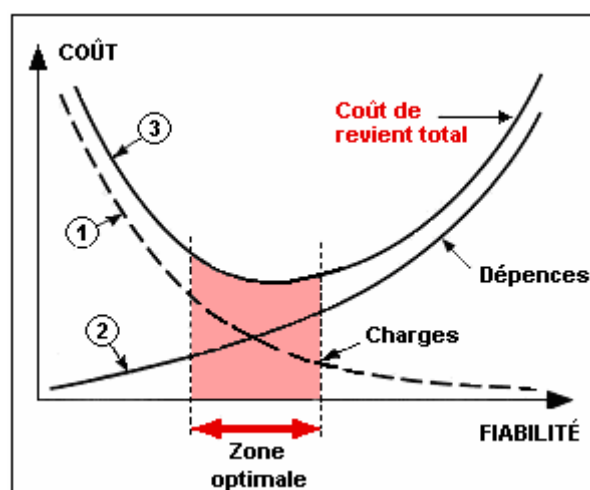

Figure 1.4 Coût de revient total du couple coût-qualité
- *fig. 1.4 : les charges liées, à la fiabilité (courbe 1) diminuent lorsque les dépenses engagées pour son amélioration augmentent (courbe 2) ; la somme des ordonnées de ces deux courbes représente le **coût de revient total du couple coût-fiabilité** (courbe 3) ; le tracé de cette dernière met en évidence une **zone optimale** pour les dépenses et les investissements à engager.*